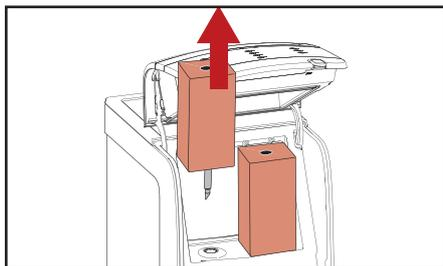

Fig. 5.8 - Retirar paquetes
- Retire los paquetes de producto (fig. 5.8).